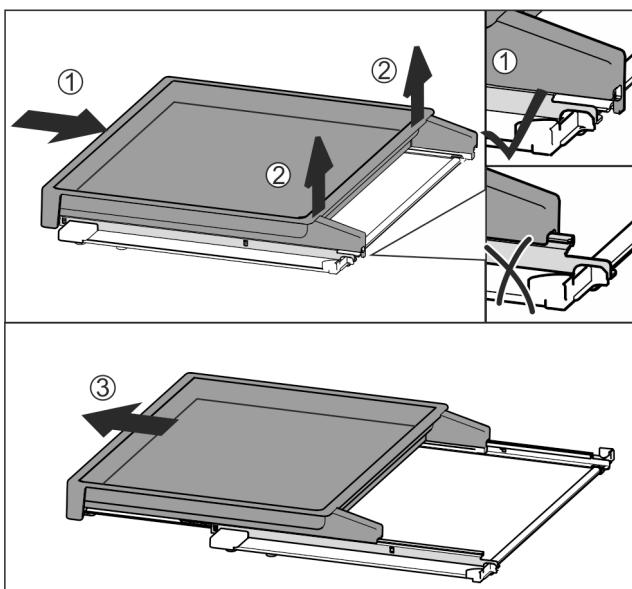

Fig. 78
- Izvlečno polico v celoti potisnite noter Fig. 78 (1).
- Sprostite zaskočni element na zadnji strani Fig. 78 (2).
- Izvlečno polico povlecite naprej in jo odstranite Fig. 78 (3).